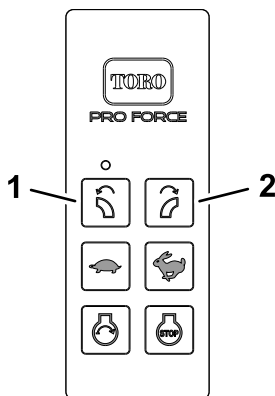

Figure 40
- Appuyez simultanément sur les boutons de ROTATION À GAUCHE et ROTATION À DROITE de l'embout (Figure 40).
- Appuyez de manière prolongée sur le bouton de ROTATION À GAUCHE (Figure 40).
- Maintenez le bouton de ROTATION À GAUCHE enfoncé (Figure 40) et tournez la clé de contact à la position CONTACT.
- Relâchez le bouton de ROTATION À GAUCHE (Figure 40) et tournez la clé de contact à la position ARRÊT.